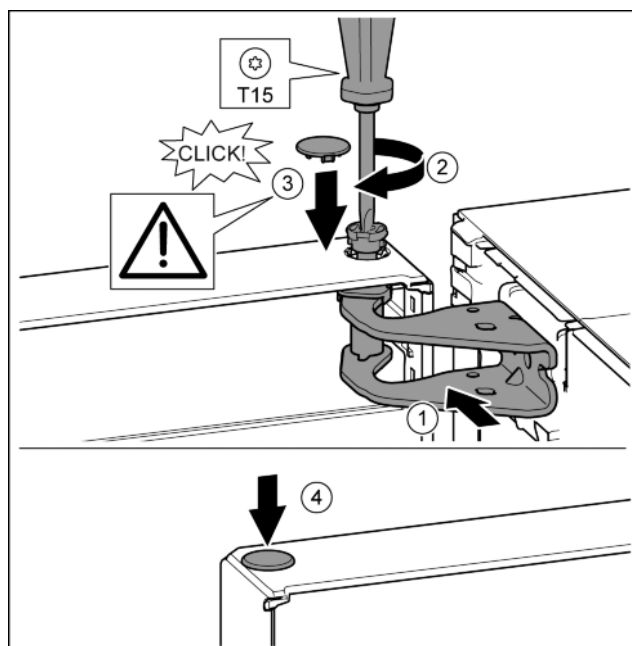

Fig. 18
- Dveře nahoře vyrovnejte s otvorem ve stojanu ložiska. Fig. 18 (1)
- Vložte čep a pevně jej utáhněte šroubovákem T15. Fig. 18 (2)
- K zajištění dveří namontujte bezpečnostní kryt: Bezpečnostní kryt nasad'te a zkontrolujte, zda přiléhá na dveře. V opačném případě čep zcela zasuňte. Fig. 18 (3)
- Vložte zátku. Fig. 18 (4)